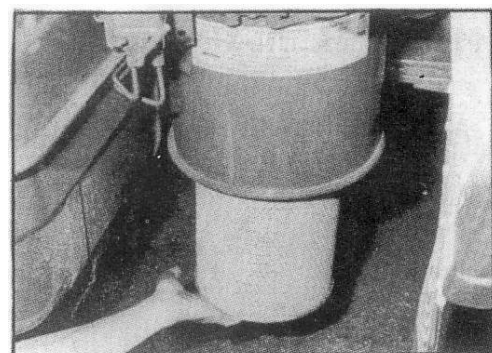

Рис.82
2. вставьте основной элемент фильтра в полость фильтра, закрепите отдельной небольшой гайкой (рис. 82).